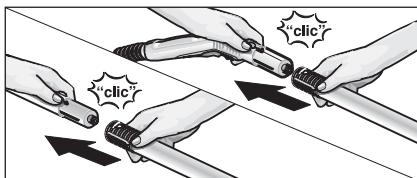

Рис. 3: Приєднання подовжуvalьних трубок
- При необхідності користуйтесь подовжуvalьними трубками (G1). При цьому одну або обидві подовжуvalьні трубки (G1) приєднайте до парового пістолета (C1) (див. рис. 3). Після цього надягніть необхідну насадку (D1, E1, F1, H1) на вільний кінець подовжуvalьної трубки.